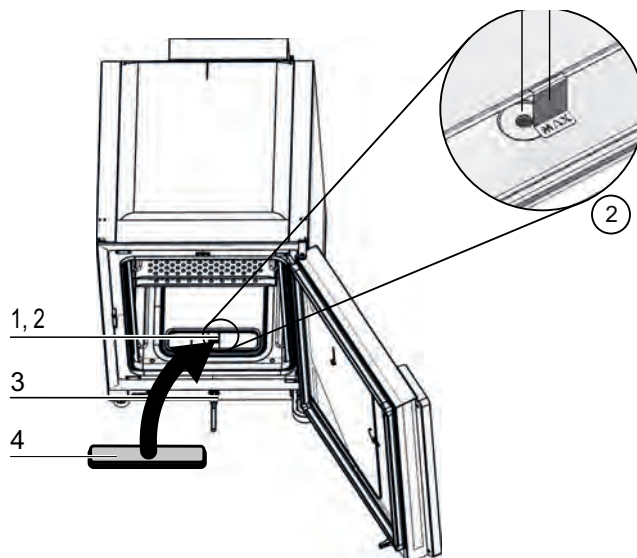

図 4-2. 「MAX」注水マーク及びプレフィルタ
1. 排水バルブ（図 4-2、3）のホースが取り外されていることを確認します。
2. 貯水槽の前部にある排水口（図 4-2、2）に障害物がないか確認してください。これは、装置前部の充填排水バルブ（図 4-2、3）から水を排出するために必要です。
4. プレフィルタ（図 4-2、4）を貯水槽カバーに挿入します。